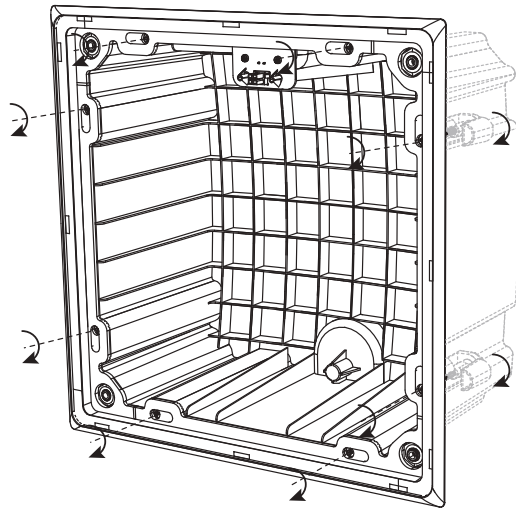

Fig. 18. Tighten the mounting clamp screws (X8)
- 3. Houd de achterste bus op zijn plaats in het plafond, terwijl u de bevestigingsklemschroeven rechtsom vastdraait (Fig. 18). Doe dit systematisch totdat alle acht klemmen op hun plaats zitten en de achterkant stevig vasthoudt aan de gipsplaat aan het plafond.